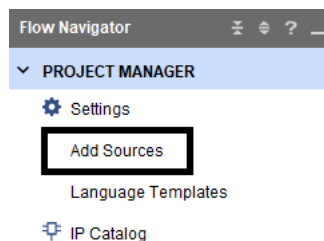

图 1-8 添加源文件
(1). 在流程导航栏 (Flow Navigator) 中, 选择 PROJECT MANAGER 下的 Add Sources 选项, 如图 1-8 所示